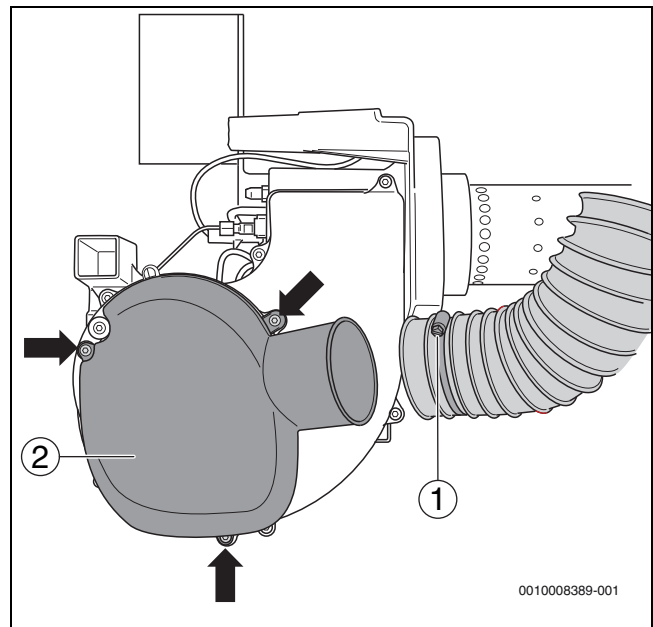
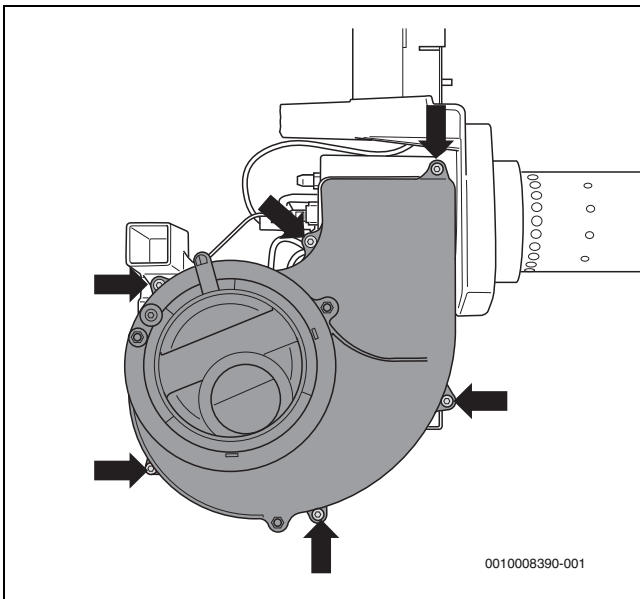

Bild 30 Ansaugschalldämpfer demontieren
Bild 31 Gebläseradabdeckung demontieren
- ▶ Spezialschlauchselle (→Bild 30, [1]) der Verbrennungsluftzufuhr für raumluftunabhängigen Betrieb lösen.
- ▶ Befestigungsschrauben (→Bild 30, [Pfeile]) lösen und den Ansaugschalldämpfer (→Bild 30, [2]) abnehmen.
- ▶ Sechs Befestigungsschrauben (→Bild 31, [Pfeile]) lösen und die Gebläseradabdeckung abnehmen.
- ▶ Gebläseradabdeckung (→ Bild 31, Seite 23) und Ansaugschalldämpfer (→ Bild 30, Seite 22) wieder montieren.
- ▶ Spezialschlauchselle (→Bild 30, [1], Seite 22) lösen und Ansaugschlauch abziehen (nur bei 18-49 kW).